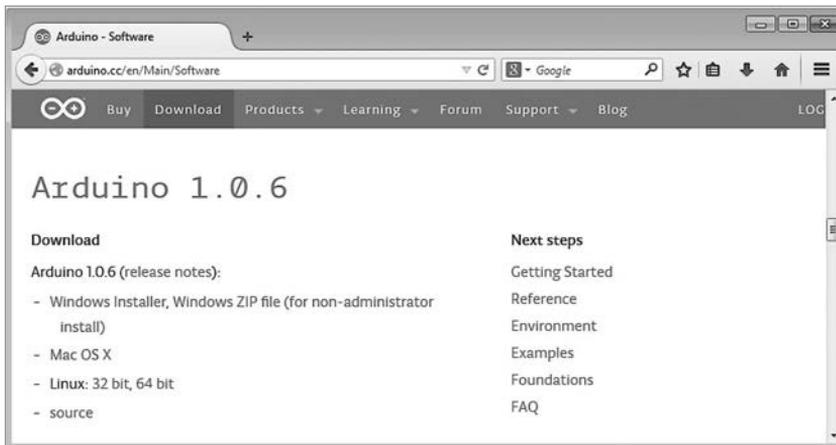

Рис. 1.14. Страница загрузки IDE в Firefox
1. В веб-браузере, например Firefox, откройте страницу загрузки <http://arduino.cc/en/Main/Software/>, изображенную на рис. 1.14.